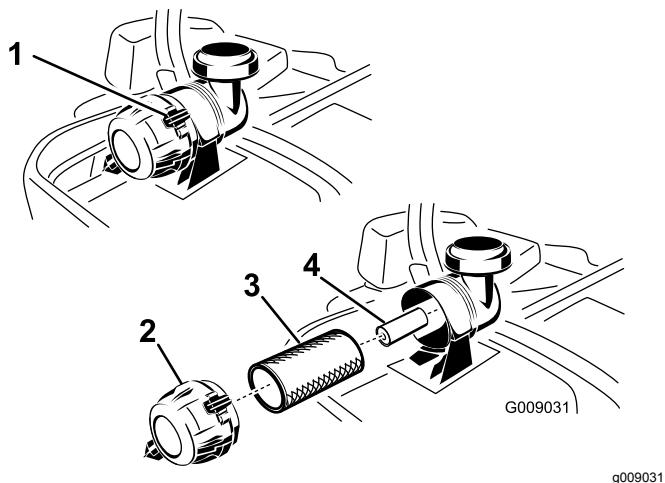

Figure 52
3. Appuyez sur les attaches du filtre à air pour les ouvrir et détachez le couvercle du boîtier du filtre à air (Figure 52).
5. Sortez le préfiltre du boîtier du filtre avec précaution (Figure 52). Évitez de cogner l'élément à l'intérieur du boîtier.
2. Si vous remplacez l'élément secondaire, insérez-le avec précaution dans le boîtier du filtre (Figure 52).
3. Glissez ensuite le préfiltre sur l'élément secondaire avec précaution (Figure 52).
5. Montez le couvercle, reniflard en bas, et tournez-le pour que les attaches verrouillent le couvercle en place (Figure 52).